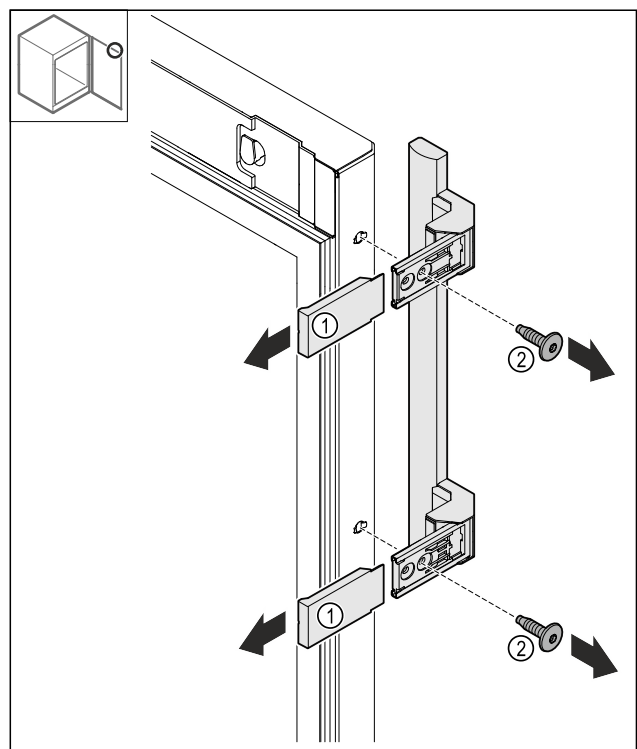

Fig. 25
- ▶ Зніміть накладки Fig. 25 (1).
- ▶ Викрутіть гвинти Fig. 25 (2).